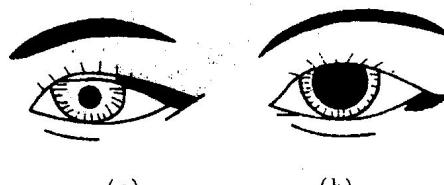

图 1-1-8 观察触电者的瞳孔
② 观察触电者的瞳孔是否放大。当处于假死状态时,人体大脑细胞严重缺氧,处于死亡边缘,瞳孔自行放大,如图 1-1-8 所示。